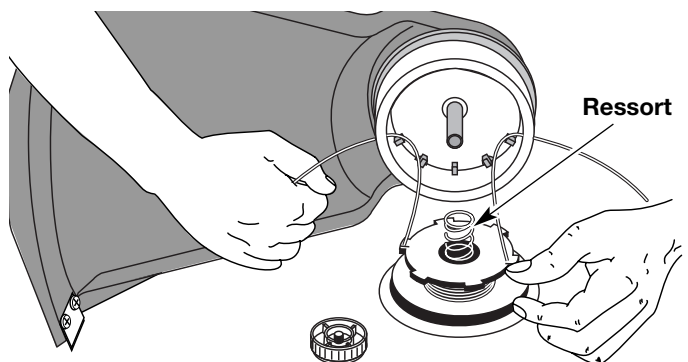

Fig. 18
11. Insérez les extrémités du fil dans les œillets de la bobine extérieure et placez le moulinet et le ressort dans la bobine (Fig. 18). Enfoncez le moulinet et la bobine ensemble. Tout en tenant le moulinet et la bobine, saisissez les extrémités et tirez fermement pour dégager le fil des fentes de retenue de la bobine.
5. Insérez les extrémités du fil dans les œillets de la bobine extérieure (Fig. 18).